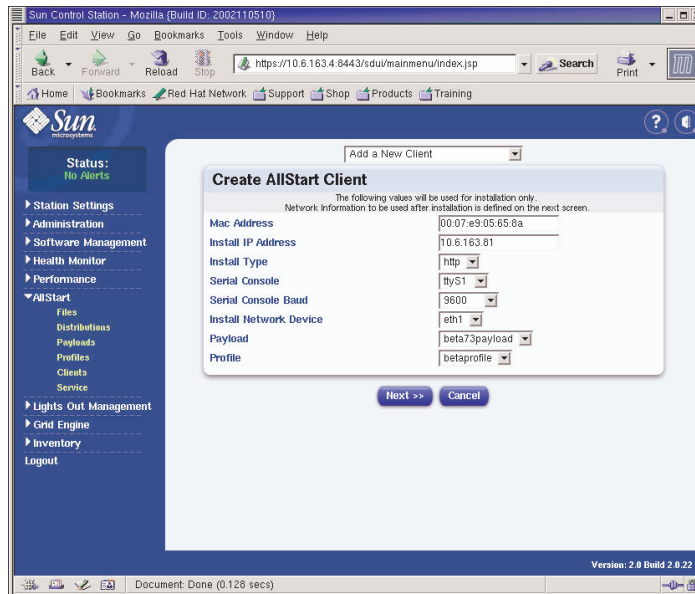

FIGURA 2-18 Finestra Create AllStart Client
3. Nella finestra Create AllStart Client, creare il client definendo le informazioni per il nodo su cui verrà caricato il payload (per un esempio, vedere la FIGURA 2-18).
6. Nella finestra Enter Network Interface Information creare l'interfaccia di rete definendo le informazioni per il nodo su cui verrà caricato il payload (per un esempio, vedere la FIGURA 2-18).